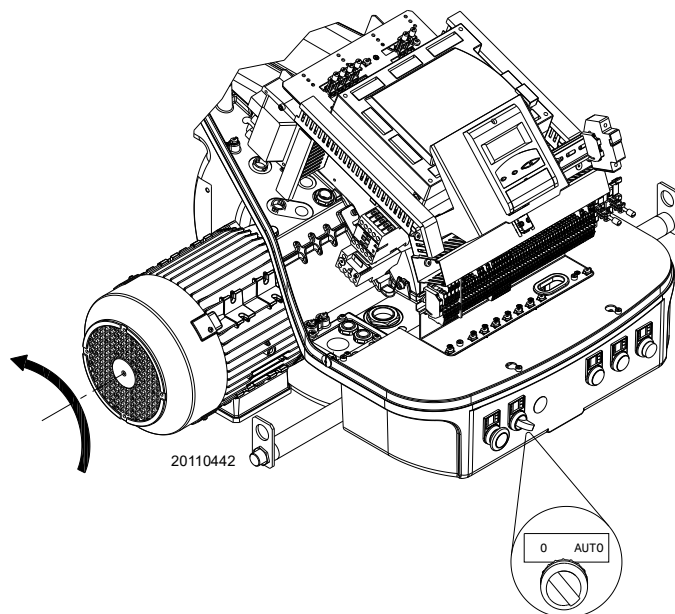

Fig. 28
Chiudere i termostati/pressostati e mettere l'interruttore di Fig. 28 in posizione "AUTO".
Se segnalano tensione, fermare **immediatamente** il bruciatore e controllare i collegamenti elettrici. Quando il bruciatore si avvia, verificare la direzione della rotazione del motore, come indicato in Fig. 28.
- mettere l'interruttore di Fig. 28 in posizione "0" ed attendere che il controllo fiamma esegua la fase di spegnimento;
- rimuovendo il cofano ed agendo sull'interruttore "0-AUTO" di Fig. 28 a pag. 31;